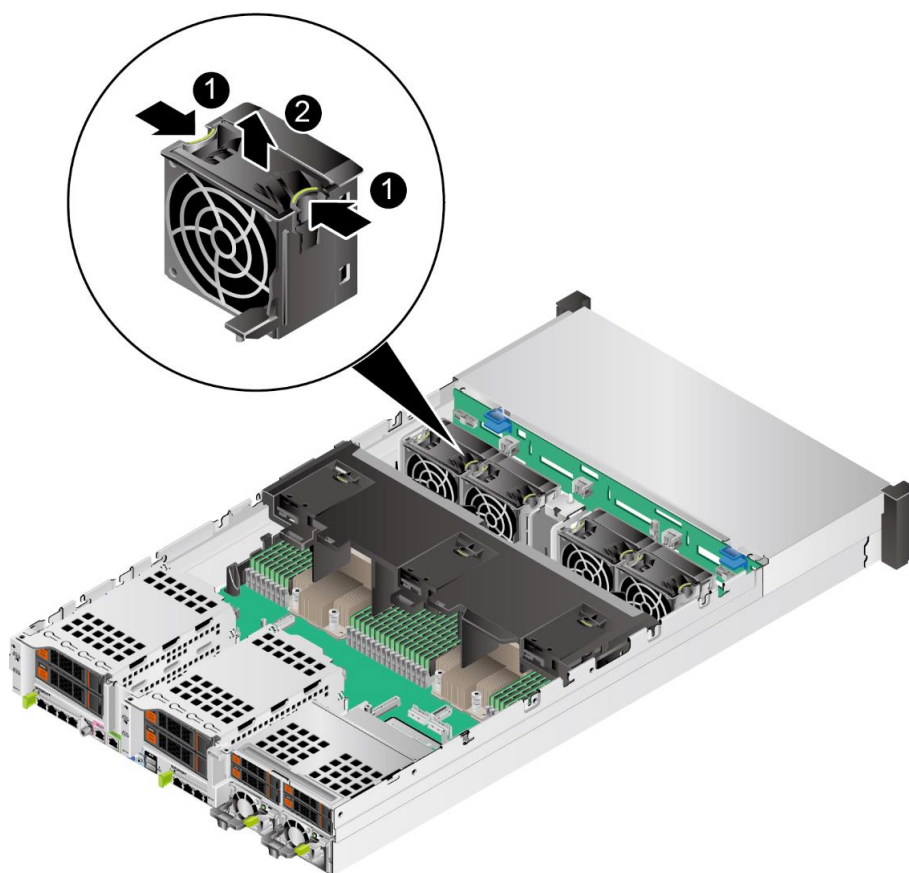

图 3-14 拆卸风扇模块
6. 捏住风扇两侧的提手解锁，如图 3-14 中①所示。
7. 向上缓缓用力提起风扇模块，待风扇模块松动后，向上完全拆除风扇模块，如图 3-14 中②所示。